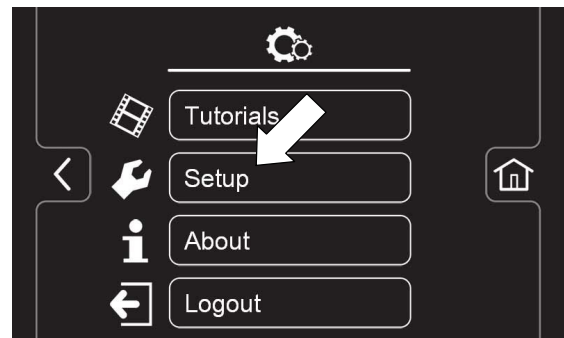

ABB. 139
3.  Drücken Sie die Setup- Taste, um auf den Setup- Bildschirm zuzugreifen (Abbildung 139). Der Setup- Bildschirm ist nur mit einer zugewiesenen Vorgesetzten- Login- Nummer zugänglich.